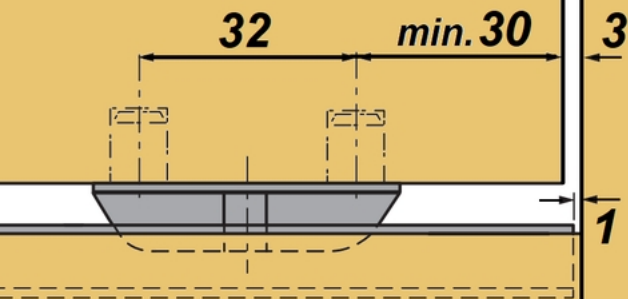

рис.7
- Нижние направляющие устанавливаются в подготовленные пазы в нижней горизонтальной поверхности. (рис.7)